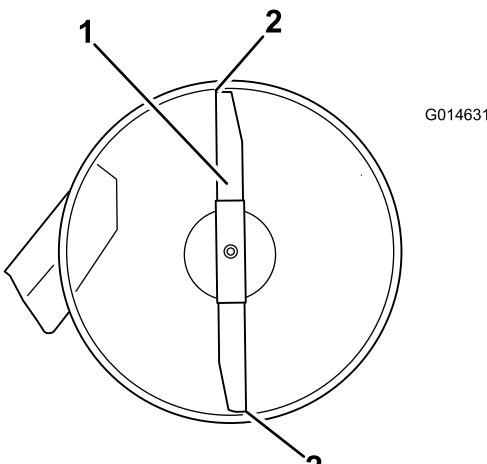
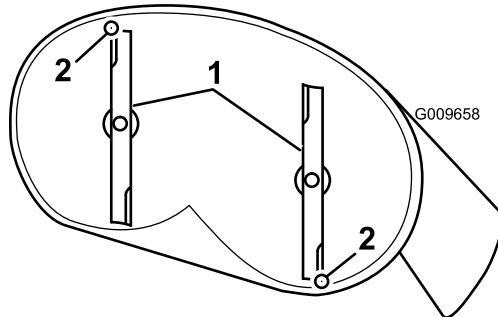

Figure 56
Figure 57
- Faites pivoter les lames avec précaution pour faire passer les pointes avant à l'arrière (Figure 56 et Figure 57).
- Mesurez la distance entre la pointe de la lame avant et la pointe de la lame arrière par rapport à la surface plane (Figure 56).
- 9. Une fois le réglage effectué, vérifiez à nouveau l'inclinaison avant/arrière des lames; continuez d'ajuster l'écrou jusqu'à ce que la pointe avant de la lame soit de 1,6 à 8 mm (1/16 à 5/16 po) plus bas de la pointe arrière (Figure 56).